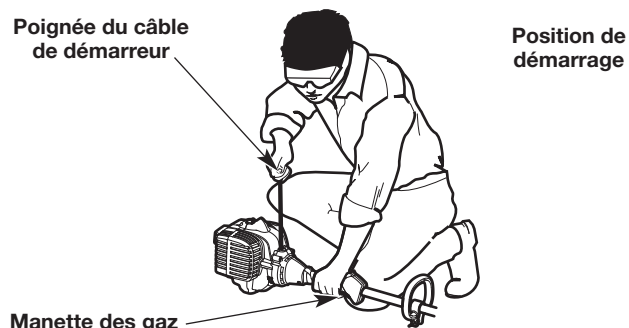

Fig. 12
AVERTISSEMENT : évitez tout démarrage accidentel de l'appareil. Pour éviter toute blessure grave, l'opérateur et l'appareil doivent être tous deux en position stable quand l'opérateur tire sur le câble de démarreur (Fig. 12).
5. Accroupissez-vous en position de démarrage (Fig. 12).
6. Serrez la manette des gaz et maintenez-la enfoncée. Tirez sur la corde de démarrage en effectuant un mouvement contrôlé et ferme à **5 reprises** (Fig. 12).